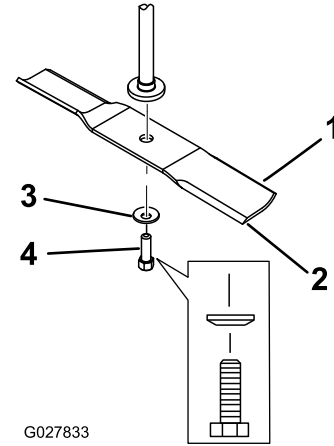

Figure 50
2. Enlevez de l'axe, le boulon, la rondelle bombée et la lame (Figure 50).
1. Placez la lame sur l'axe (Figure 50).
2. Montez la rondelle bombée (face concave vers la lame) et le boulon de lame (Figure 50).